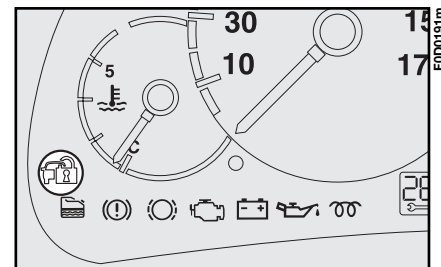

Abb. 5
1) blinkt die Kontrollleuchte **Abb. 5** auf dem Instrumentenbrett kurz, wenn der Code erkannt wird. Das Schutzsystem hat den Code des Schlüssels erkannt und deaktiviert die Motorsperre. Wird der Schlüssel auf **AVV** gedreht, startet der Motor.